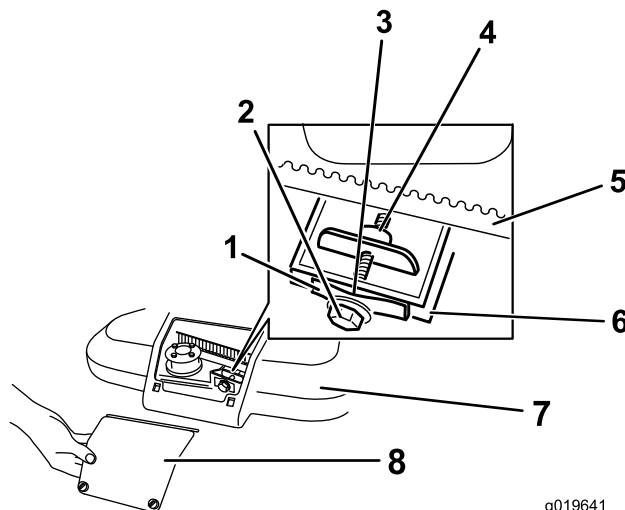

Figura 39
1. Allentate le 2 viti sul pannello del copricinghia e rimuovete il pannello (Figura 39).
3. Tenete un calibro da 0,255 mm, un pezzo di carta o un biglietto sul muro e fatelo/a scorrere in basso dietro la molla di tensione della cinghia (Figura 39).
Nota: Se il gioco tra calibro e molla è visibile, serrate il bullone e il dado di regolazione in modo che la carta scorra con difficoltà attraverso il gioco (Figura 39).